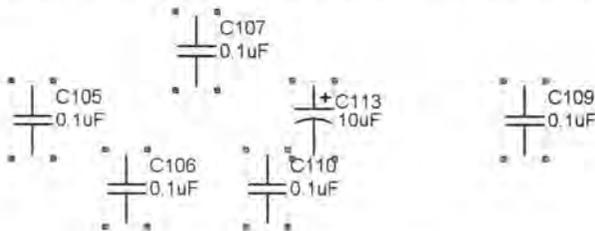

图 3-53 同时选中多个元器件
- [1] 单击【Schematic Standard】工具栏中的图标,光标变成“十”字形状,将需调整的元器件包围在一个矩形框中,单击鼠标后选中,如图 3-53 所示。